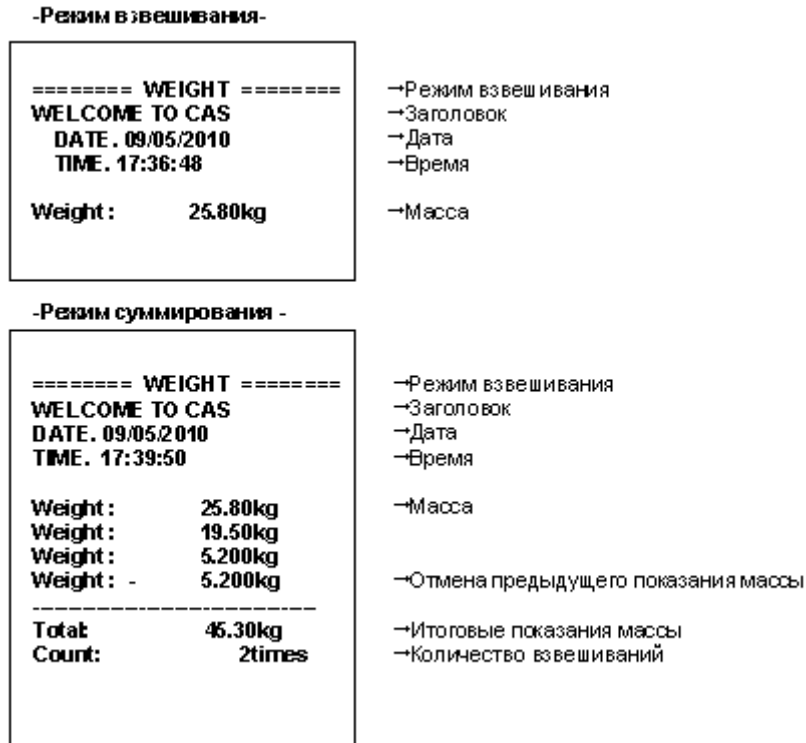

Рис.8.3
- Знаходячись в одному з цих режимiв, натиснiть клавiшу  для передачi (друку) сумарних показiв маси i кiлькостi зважувань. Приклад друку наведено на рис.8.3.